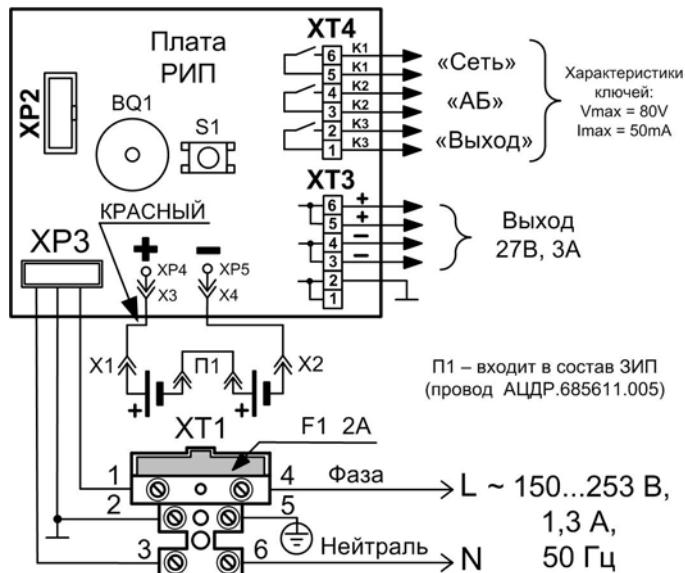

Рис. 2
**ВНИМАНИЕ!** При подключении внешнего питающего напряжения 220 В к сетевой колодке XT1 необходимо соблюдать правильность подключения проводов «фаза» и «нейтраль». Подключение производить в соответствии с Рис. 2. Схема подключения также расположена на внутренней стороне корпуса РИП.
3.2.4 Согласно схеме соединений (рис. 2):
б) изъять из колодки вставку F1 (2 А), подключить сетевые провода к входной колодке (фаза (L) должна быть подключена к XT1:4, см. рис. 2);